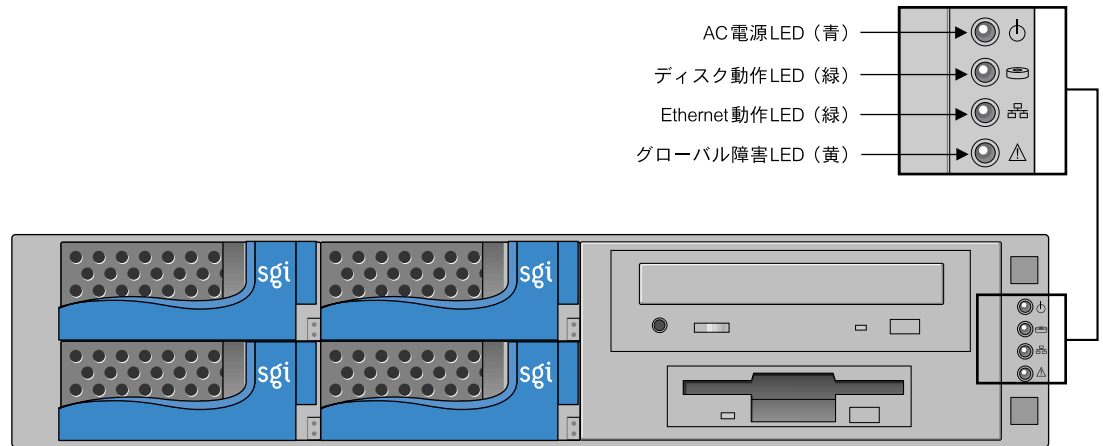

図1 フロントカバーを取り外した SGI 1200 の前面図
3. フロッピーディスクドライブから、ドライブ保護カードを取り出します (ある場合)。図 1 に、サーバ前面のドライブの位置を示します。この図は、フロントカバーを取り外した状態を表しています。
フロントパネルの AC 電源 LED (39 ページの図 1 を参照) が点灯していることを確認します。これらの LED の詳細については、該当するサーバの「ユーザーズガイド」を参照してください。